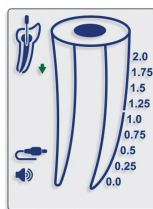
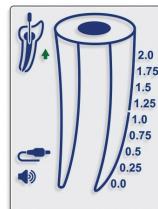

Fig. 5
Fig. 6
- 5.4.11. Filens bevægelse inde i kanalen afspejles af NED- (Fig. 5) og OP- (Fig. 6) pilene på skærmen.